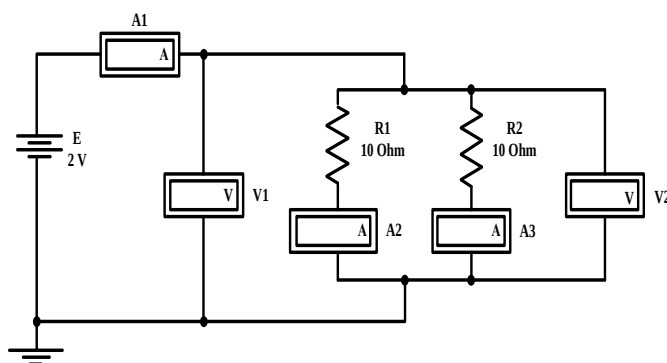

Рисунок 2.3
9.7. Соберите схему с параллельным соединением резисторов (См. Рис. 2.3)